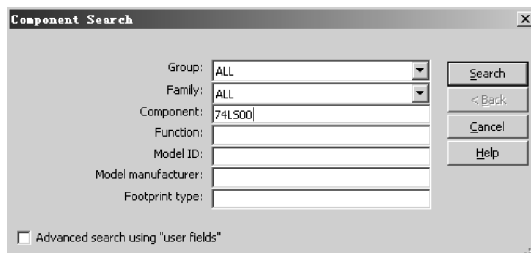

图 2-67 搜索元器件对话框
- (2) 单击  按钮，弹出搜索元器件对话框，如图 2-67 所示。